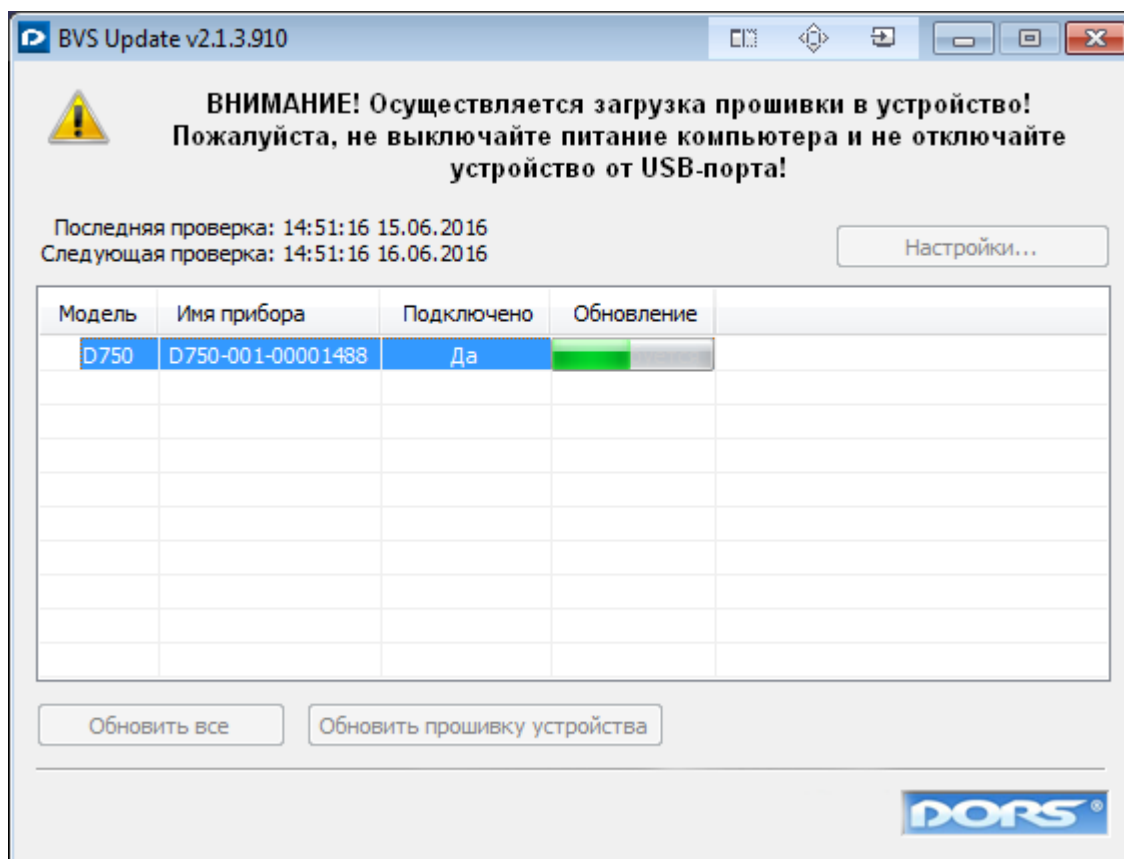

Рис. 170
Левой клавишей мыши выберите подключенный счётчик и нажмите клавишу «обновить прошивку устройства», после чего будет запущен процесс обновления и в поле «Обновление» появляется строка процесса обновления (см. Рис. 170). На графическом индикаторе счётчика так же появится строка процесса обновления.
- Нажмите правую клавишу мыши и выберите пункт «Принудительно обновить» контекстного меню (см. рисунок ниже), после чего будет запущен процесс обновления и в поле «Обновление» появится строка процесса обновления (см. Рис. 170). На графическом индикаторе счётчика так же появится строка процесса обновления.